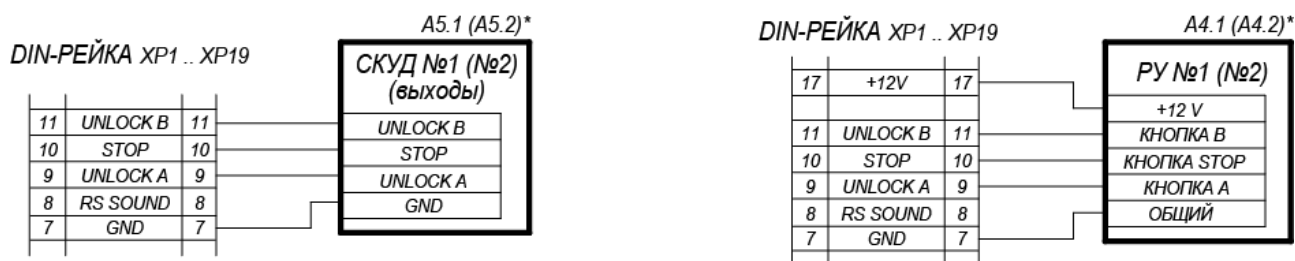

Рисунок 25. Схема подключения турникета и дополнительного оборудования
- проверьте подключение ЛПП и кабеля питания ЛПП к клеммным колодкам и DIN-рейке в соответствии со схемой соединений (см. рис. 25).